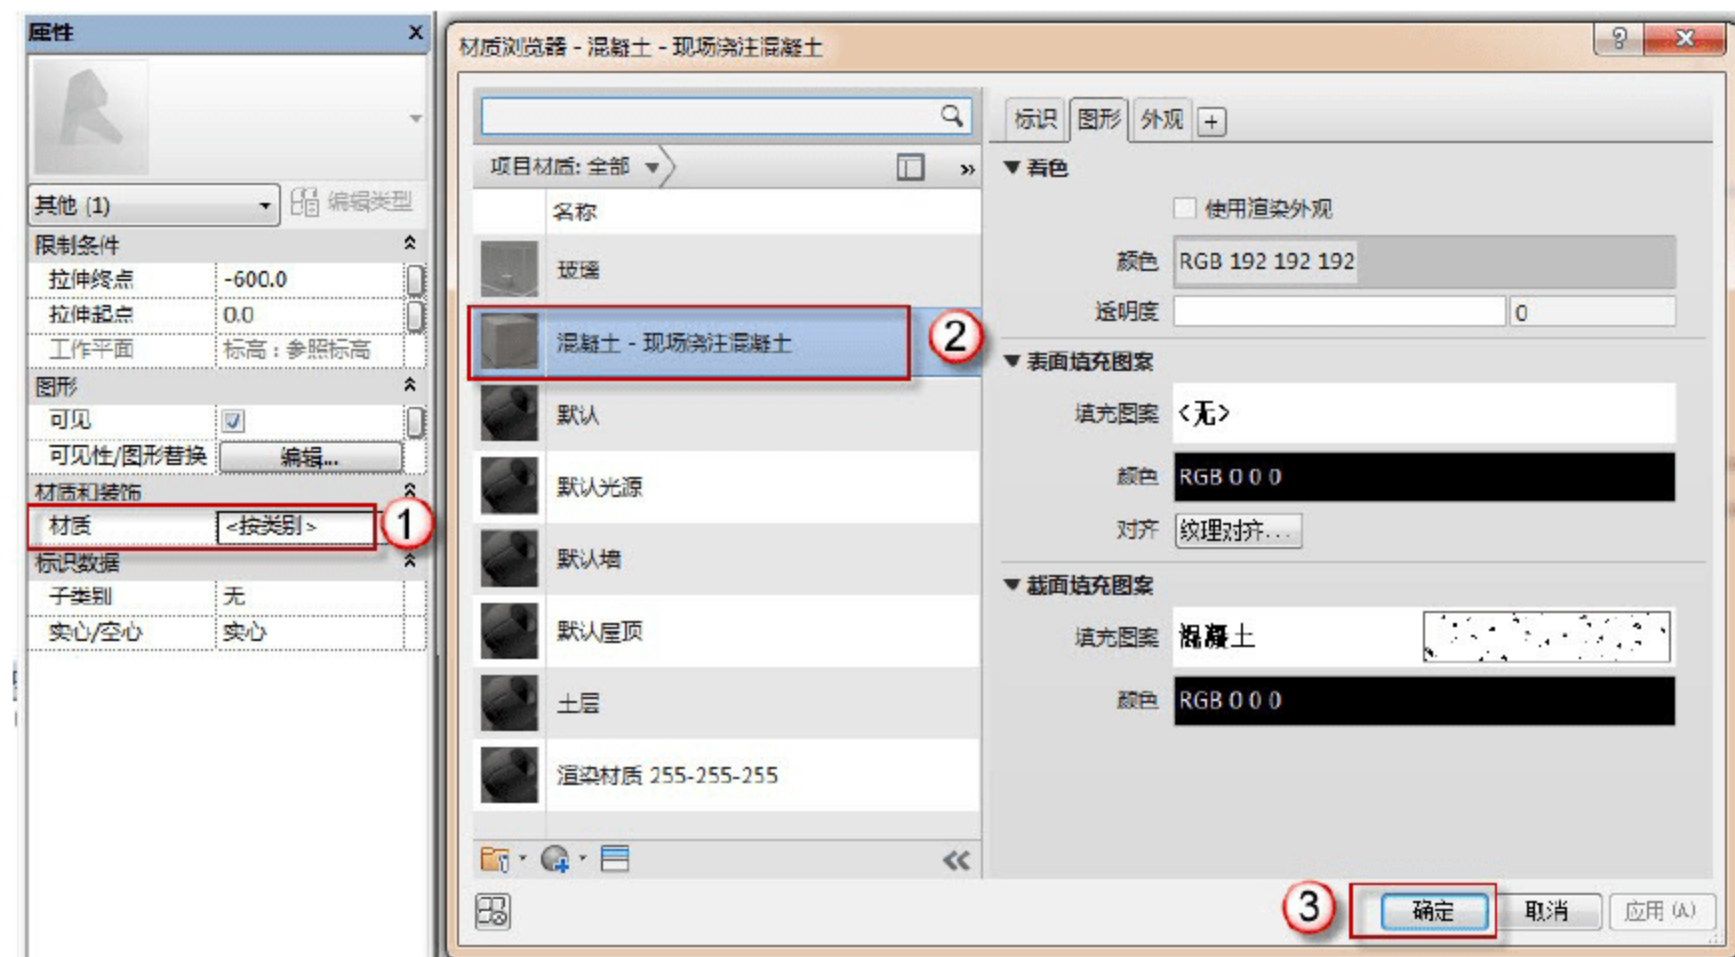

图 2.1.46 添加材质
(7) 添加材质。选择“立面”→“前”命令，承台和垫层同在立面视图中。选择“承台”，在“属性”面板中单击“材质”按钮，在弹出的“材质浏览器”对话框中，依次单击“混凝土-现场浇注混凝土”→“确定”按钮，如图 2.1.46 所示。同样选择“垫层”，在“属性”面板中单击“材质”按钮，在弹出的“材质浏览器”对话框中，依次单击“混凝土-现场浇注混凝土”→“确定”按钮。